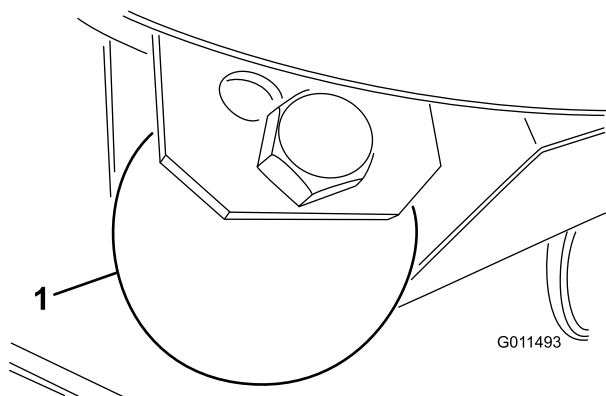

Bild 26
1. Entfernen Sie die Schraube und Mutter, mit denen das Abstandsrad an den Mähwerkhalterungen befestigt ist (Bild 26).